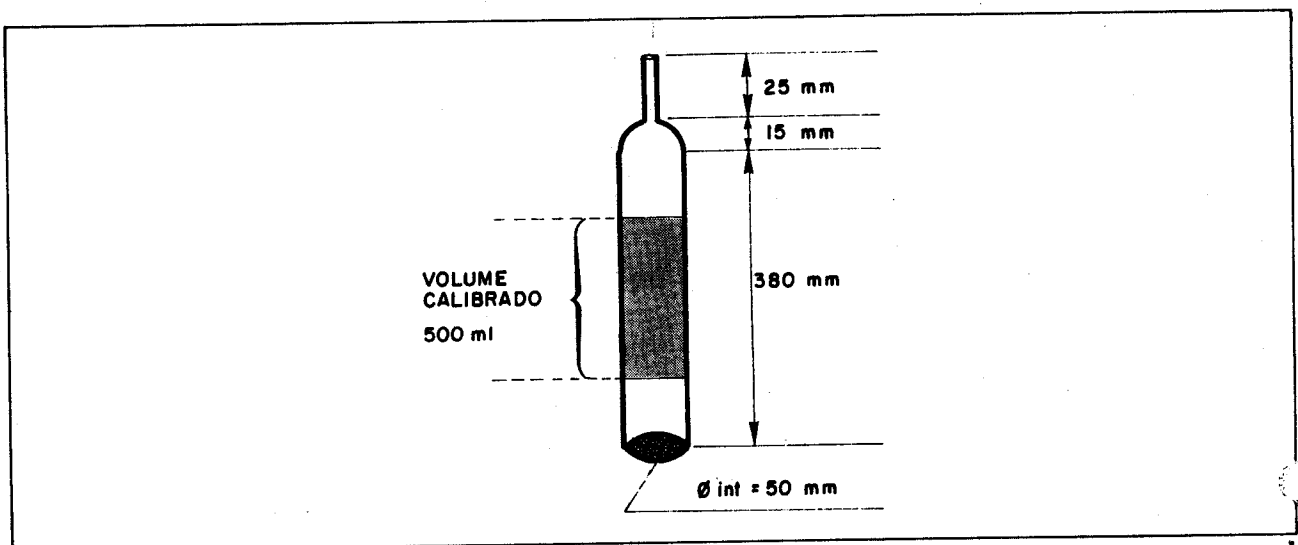

FIGURA 1 – Medidor de vazão.
- h) medidor de vazão, conforme Figura 1;